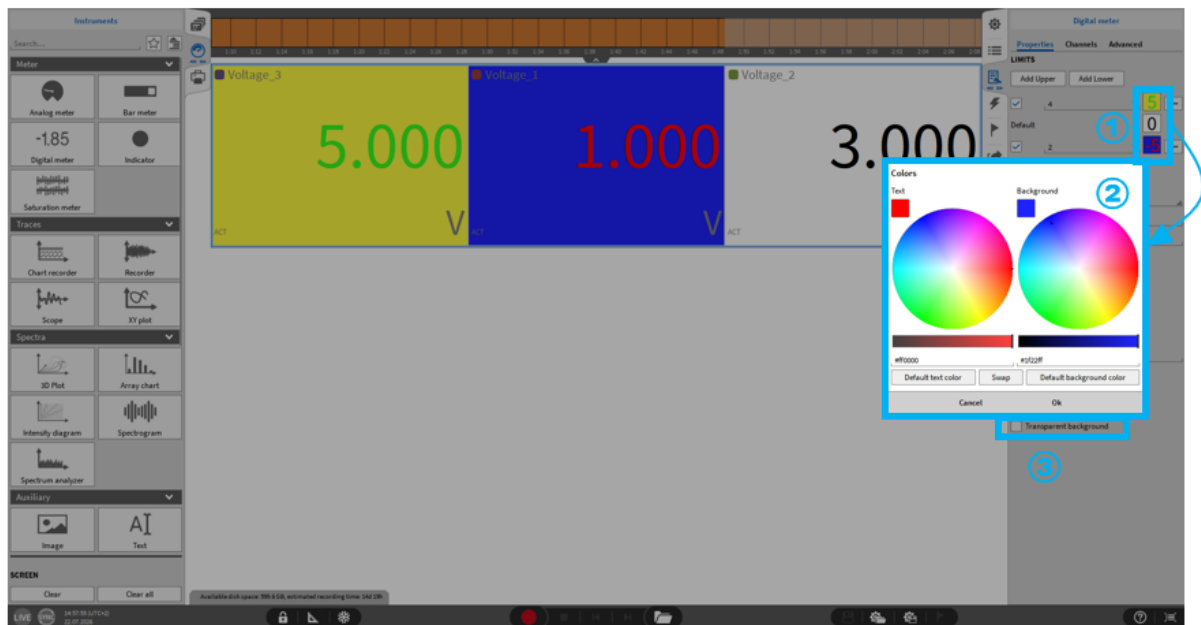

Abb. 8.12: Digital meter – Grenzwerte
- **Grenzen:** Der Text der Anzeige kann nach definierten Grenzen eingefärbt werden. Es ist möglich, Farben für verschiedene obere und untere Grenzen sowie eine Hintergrundfarbe zwischen den oberen und unteren Grenzen zu definieren. Zunächst muss ein Wert für die Grenzen festgelegt werden (außer für die Default Einstellung). Anschließend kann durch Drücken der in Abb. 8.12 gezeigten Schaltfläche ① eine Farbe für den Text und den Hintergrund festgelegt werden. Durch Drücken einer der Schaltflächen in ① für die jeweilige Grenze erscheint ein neues Fenster (② in Abb. 8.12). Hier kann sowohl die Farbe für den Text selbst als auch die Farbe für den Hintergrund festgelegt werden. Mit den Schaltflächen „Standard-Textfarbe“ und „Standard-Hintergrundfarbe“ kann man zu den Standardeinstellungen zurückkehren, mit der Schaltfläche „Tauschen“ kann man die Einstellung für den Text und den Hintergrund vertauschen. Durch Drücken der Taste „OK“ werden die Einstellungen für das ausgewählte Digitalinstrument gespeichert.
Für den Hintergrund ist es notwendig, die Option „Transparenter Hintergrund“ zu deaktivieren (③ in Abb. 8.12).